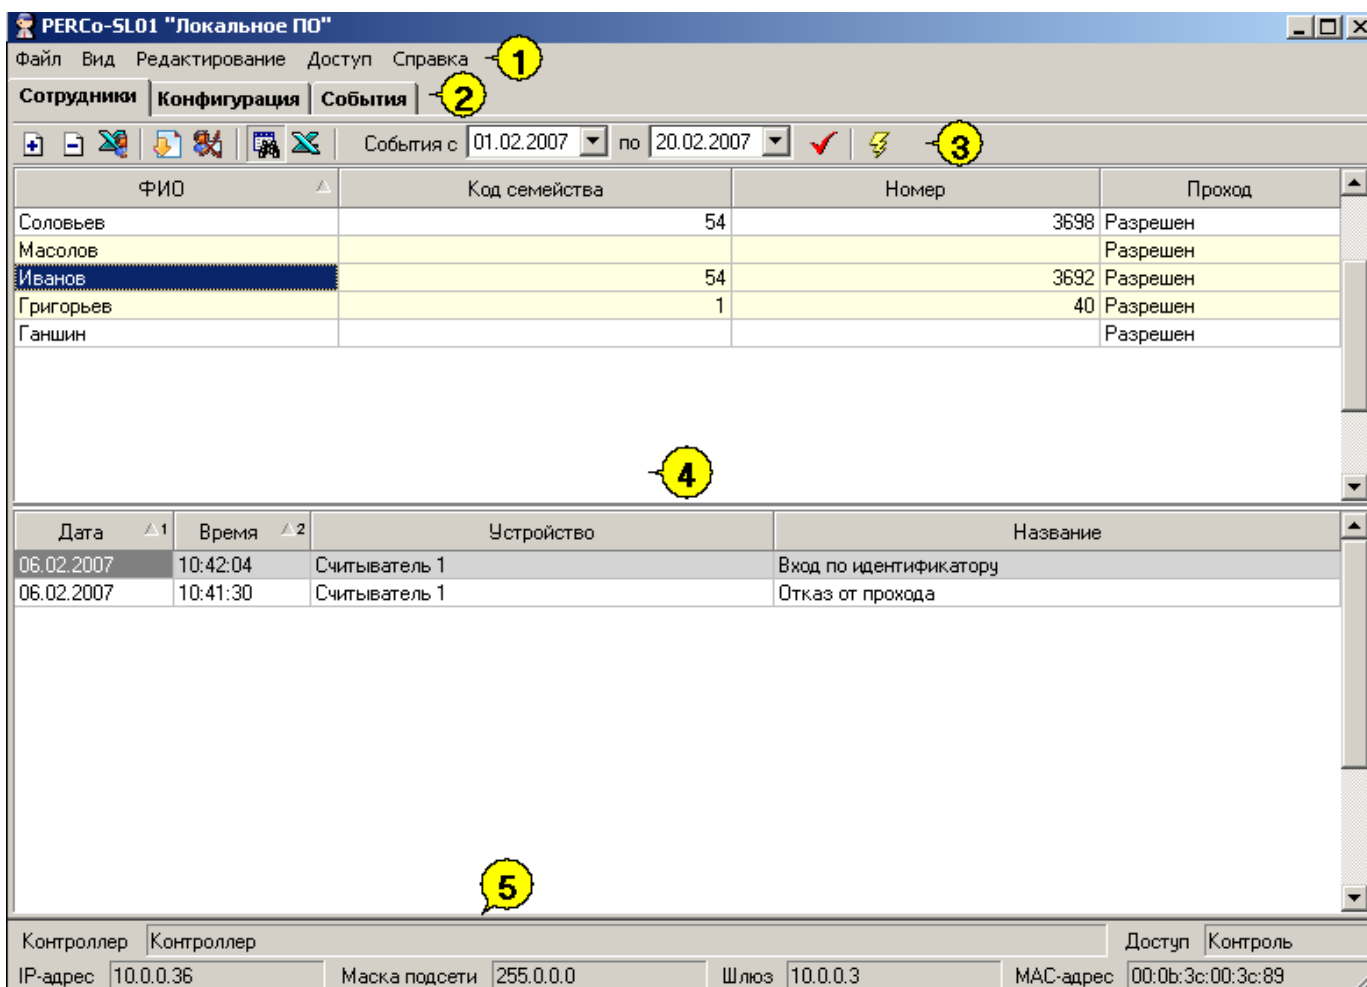

Рис.1. Рабочее окно раздела **Сотрудники**
1. Щелкните на кнопке **Добавить сотрудника** — . В списке появится строка, подсвеченная желтым цветом (см. примечание к рис.1).